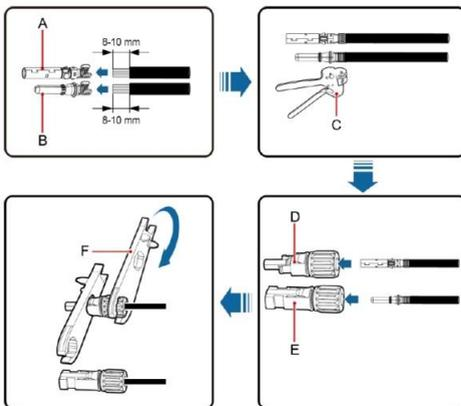

Fig 5.3 Collegamento tra il connettore CC MC4 e la stringa fotovoltaica
(2) Dopo aver collegato il connettore CC, utilizzare un multimetro per misurare la tensione della stringa di ingresso CC, verificare la polarità del cavo di ingresso CC e accertarsi che la tensione di ciascuna stringa rientri nell'intervallo consentito dall'inverter, come illustrato nella Fig. 5.3.